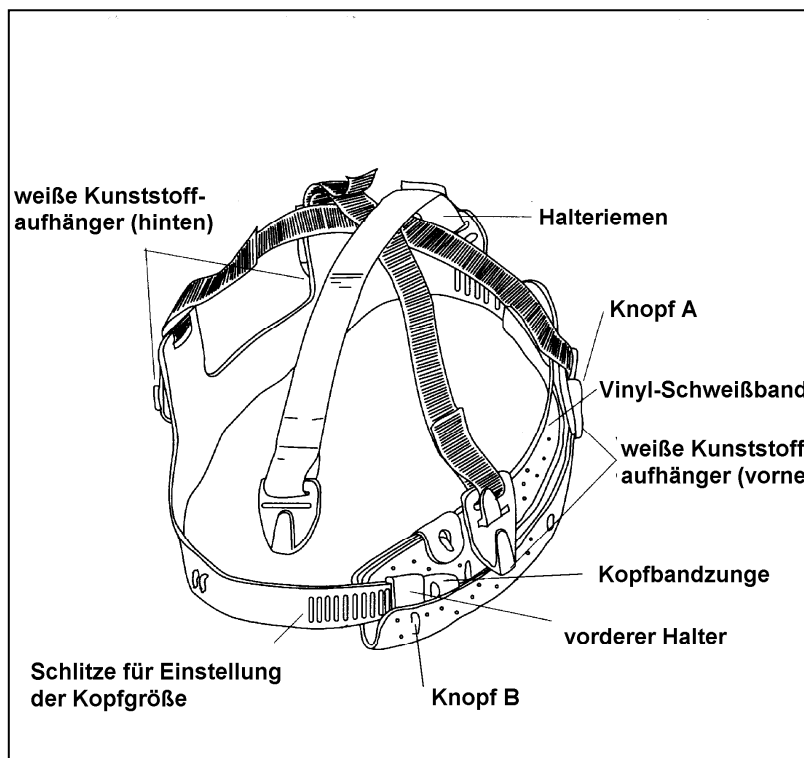

Figure 2 : Serre-tête
| (3) Détacher la bande vinyle anti-transpiration. | Boutons A et B sur la figure 2. |
| (5) Rattacher la bande vinyle anti-transpiration. | Boutons A et B sur la figure 2. |
Suivre la procédure décrite sous 7.2 (voir également la figure 2).